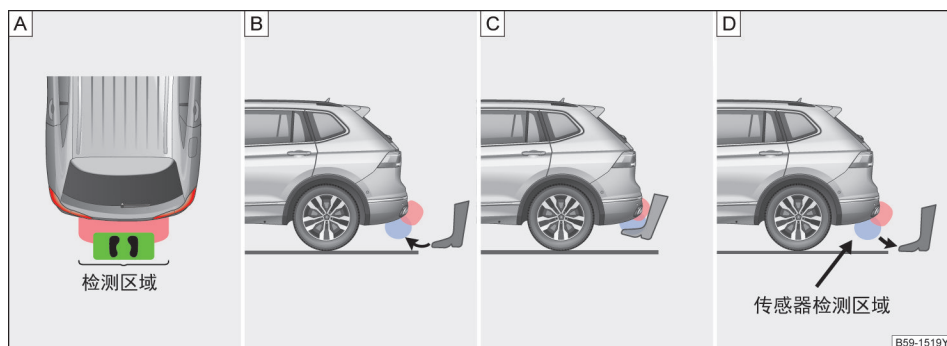

图 64 详细的脚踢步骤
- 1、站到后保险杠前中间位置的有效识别区域内→图 64 [A]。
- 2、控制小腿快速踢向行李厢盖→图 64 [B]。
- 3、小腿紧紧靠近后保险杠处停止，并且不能触碰到后保险杠→图 64 [C]。
- 4、小腿停止后立即收回，并回到踢出位置→图 64 [D]。